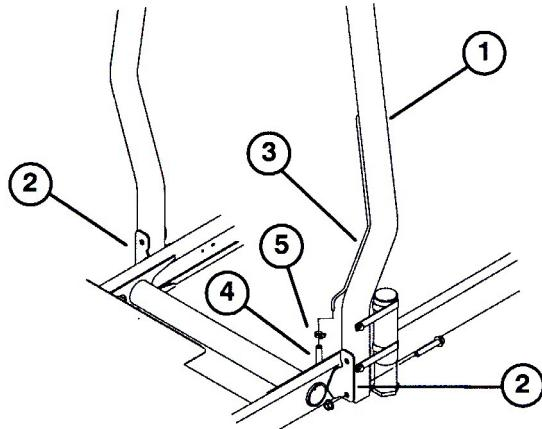

図7
- ROPSのそれぞれの側をフランジヘッド・キャップスクリュとロックナット(各2)で固定する(図7)。8.3 kg.mにトルク締めする。